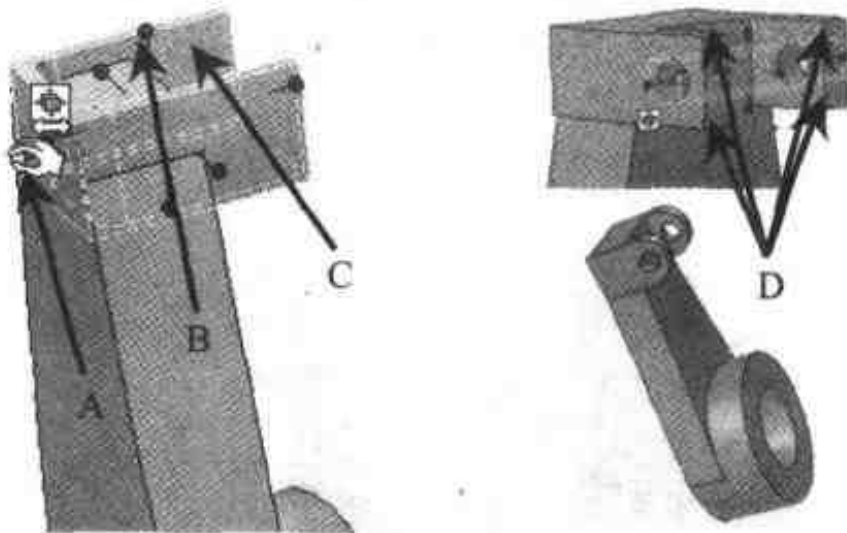

图 1.5 拖放并定位 U 型体
- (1) 从【高级图素】目录将【U 形体】图素拖放到长方体顶部(如图 1.5 所示的位置)，按下 Shift 键的同时拖动手柄(A)和长方体背面对齐，按下 Shift 键的同时拖动手柄(图 1.5 B)和长方体顶面对齐，而 U 形体的两内侧面(C)要和长方体顶面两边对齐。
- (2) 再从【图素】目录中将【孔类圆柱体】图素拖放到 U 形体上形成孔(图 1.5), 设置孔的直径为 12, 右击 U 形体上的 4 条边(D), 选择【边过渡】命令, 在打开的对话框中设置过渡半径为 14, 结果如图 1.5 右图所示。